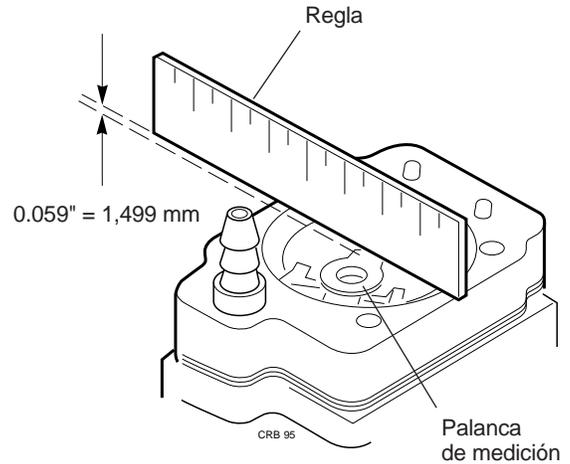

Figura 3.37
- Después de instalar el conjunto de palanca de medición utilice una regla y un calibre o use un calibre Walbro Pza. N° 500-13 para verificar si es adecuada la altura de la palanca de medición (figura 3.37)